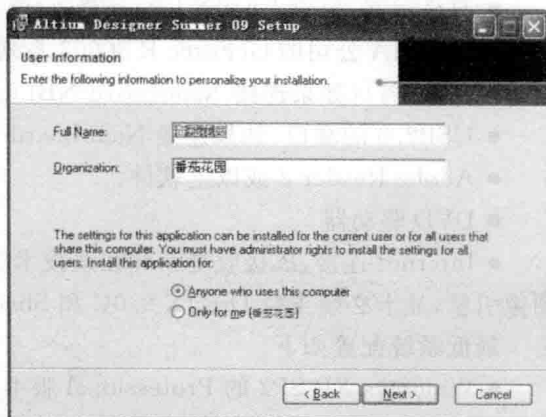

图 1-4 User Information 窗口
(4) 勾选 License Agreement 窗口中的“I accept the license agreement”选项,然后单击“Next”按钮,显示如图 1-4 所示的 User Information 窗口。